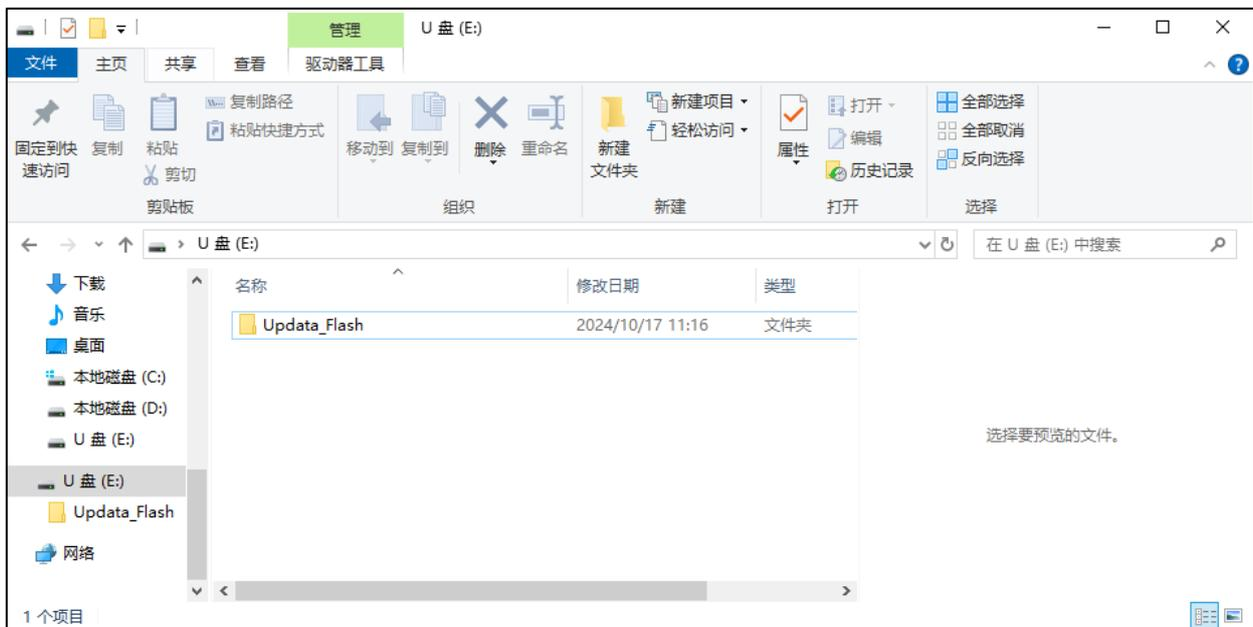

图 18-8: SD 卡文件夹命名
3、在 SD 卡新建文件夹，并命名为 Updata_Flash 如图 18-8 所示: